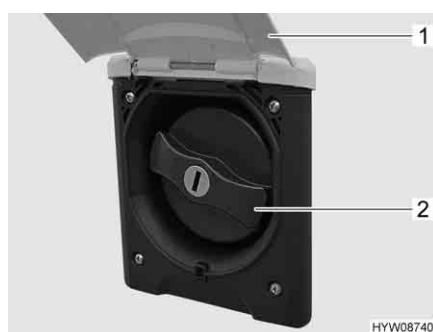

Fig. 167 Coperchio (bocchettone di riempimento dell'acqua potabile)
- Sollevare lo sportello esterno (Fig. 167,1).
- Ruotare il coperchio blu (Fig. 167,2) di un quarto di giro.